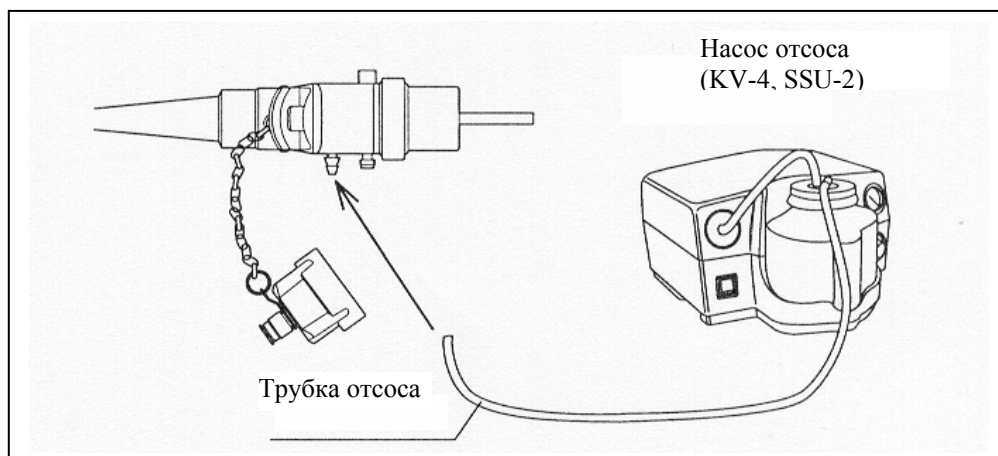

Рисунок 3.12
3. Подсоедините трубку отсоса, идущую от насоса отсоса к разъему отсоса, расположенную на разъеме эндоскопа (См. рисунок 3.12).